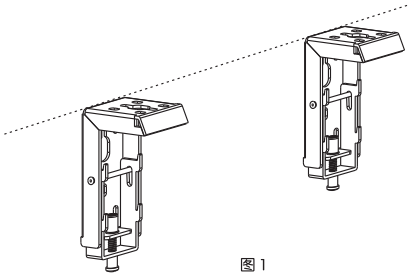

图 1
2. 将安装架安装在银幕背面或顶部所对的平面上，并且确保左右两个安装架在同一条水平直线上。（建议：安装时在墙面或天花板上画一条水平直线）（如图1）